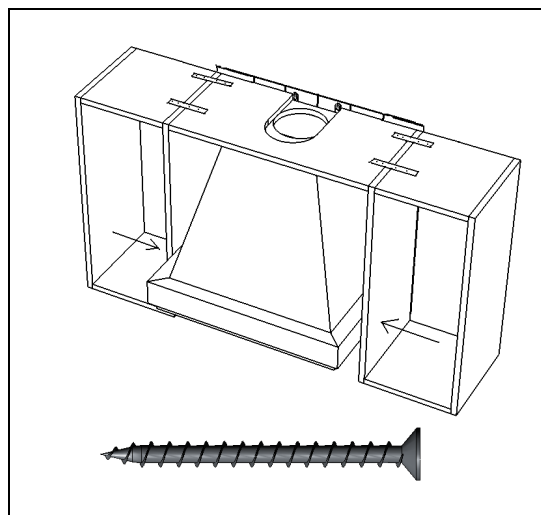

Рис. 20
8. После монтажа всего кухонного гарнитура рекомендуется произвести дополнительное крепление короба через боковые стенки соседних шкафов шурупами 4x40 мм (Рис. 20).